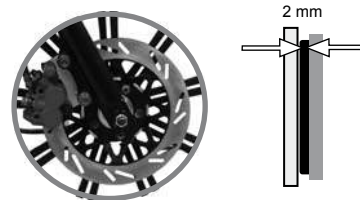

Imagen 10. Desgaste del freno delantero.
2. Revisar el nivel de desgaste de las balatas del freno delantero. Ver imagen 10.